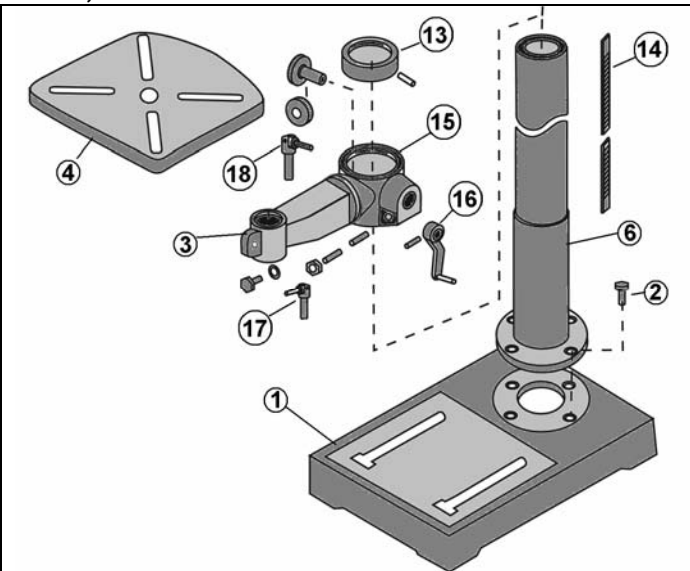

Рис. 3
- Контроль и регулировка глубины сверления «глухих» отверстий производится по шкале кольца (38).
- Осевое перемещение сверлильного патрона (22) задается рукоятками (9).
- Установка и фиксация высоты рабочего стола (4) задается ручкой (16) и блокируется ручкой фиксации (18), Рис.3.